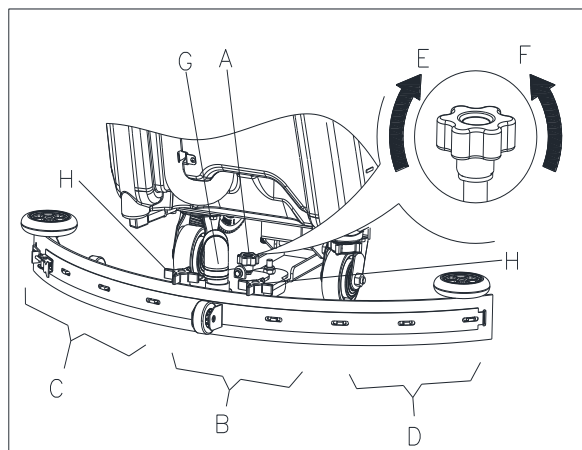

Figura 11
1. Instale la boquilla y enrosque las tuercas (H, Figura 11), luego conecte el tubo de aspiración (G) con la boquilla.
2. Ajuste la posición de la boquilla mediante la palanca de ajuste de la boquilla (A, Figura 11).
- a) Si queda un espacio entre el suelo y la sección media del labio trasero de la boquilla (B), ajuste el regulador (A) en dirección anti horaria (F) hasta que la entera sección del labio trasero de la boquilla entre en buen contacto con el suelo, el labio delantero tocando el suelo ligeramente.
- b) Si hay espacio entre el suelo y los dos extremos del labio trasero (C y D), ajuste el regulador (A) en dirección horaria (E) hasta que la entera sección del labio trasero entre en buen contacto con el suelo, el labio delantero tocando el suelo ligeramente.